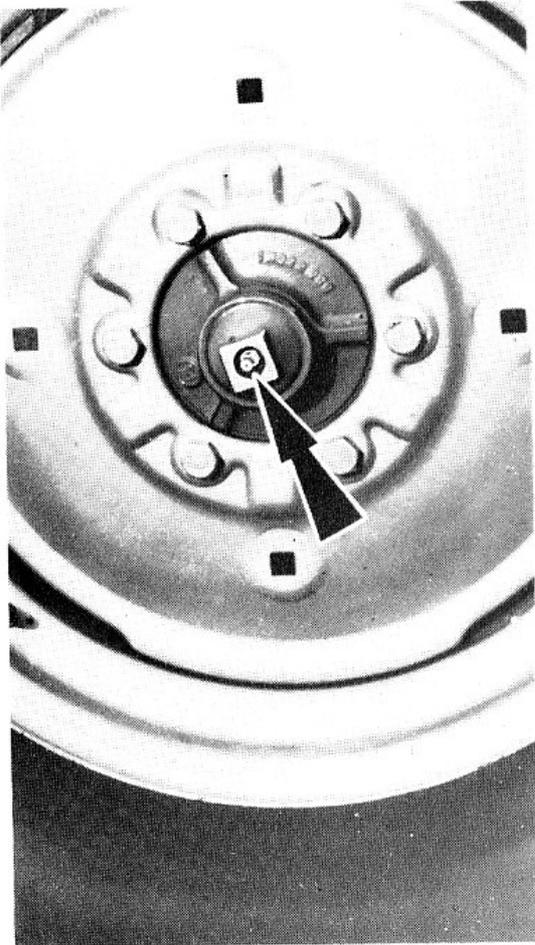

FIG. 2
- Fig. 2. Moyeux de roues avant